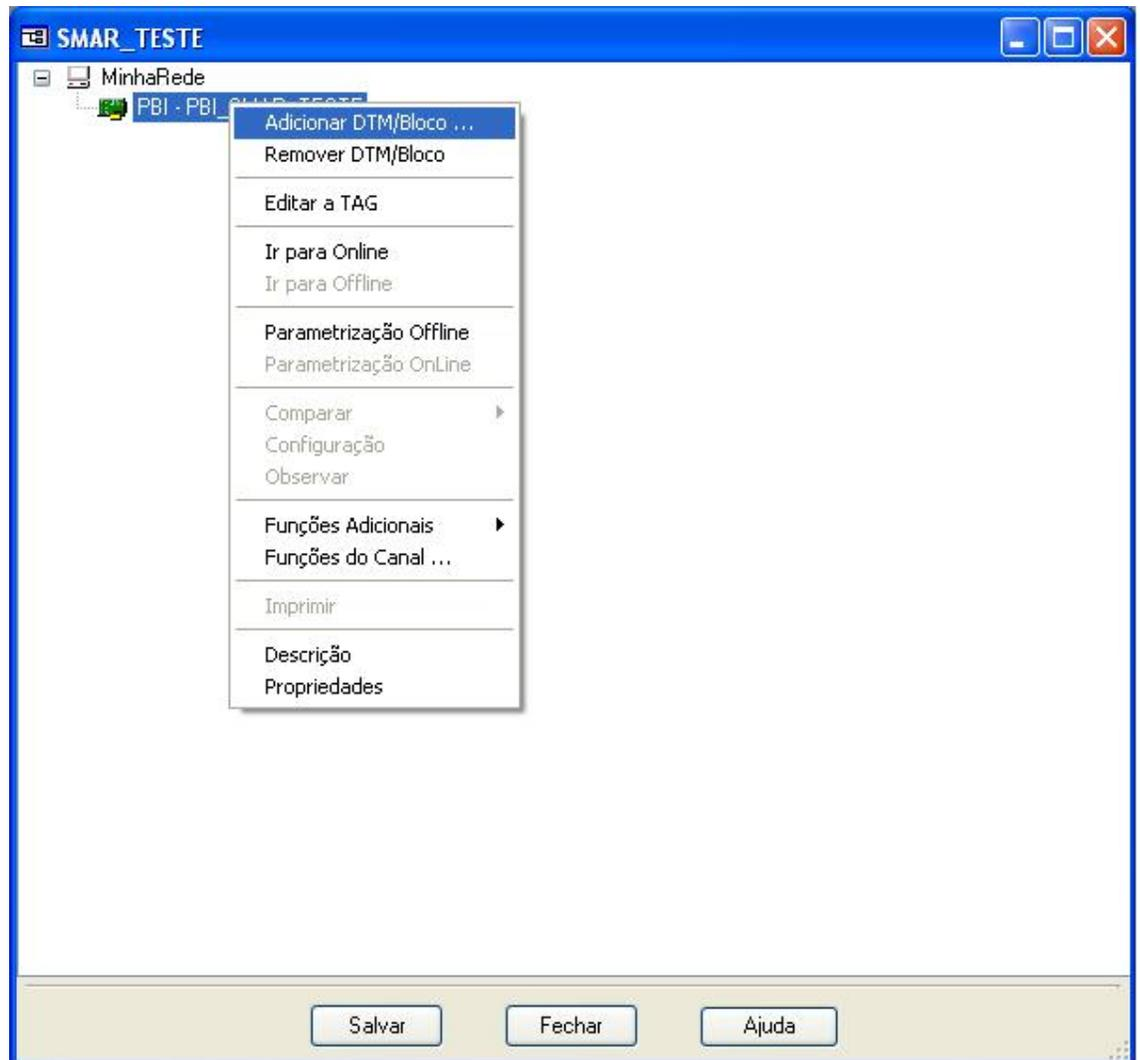

Figura 2.8 – Configuração do Software AssetView STANDALONE
- 6) Ao criar o TAG para a interface ela aparecerá logo abaixo de “MinhaRede”. O próximo passo agora é adicionar o equipamento que será configurado. Para isso, basta clicar com o botão direito do mouse em cima PBI-PLUS e escolher a opção “Adicionar DTM/Bloco...”. Ver Figura 2.8. Sem seguida, escolhe-se o equipamento e clique em “OK”. Ver Figura 2.9.